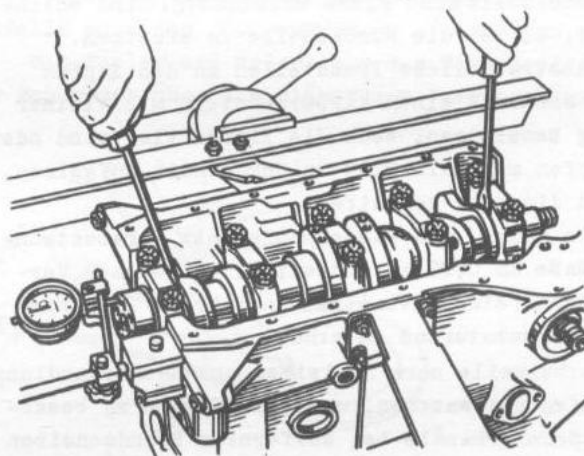

Bild 2-89. Prüfung der Kurbelwelle auf Axialspiel
- Meßuhr an Magnetuntersatz ansetzen und die Enden von zwei Schraubenziehern entsprechend Darstellung in Bild 2-89 einstecken;